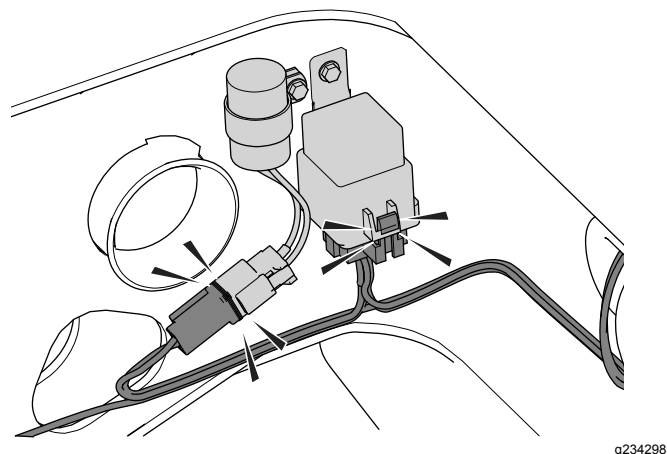

Figura 6
4. Ligue a cablagem ao módulo e relé do temporizador (Figura 6).